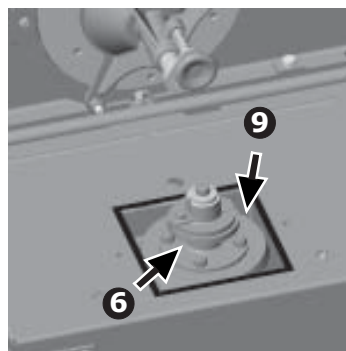

fig. 86
1 graxeira (fig.86), lubrificar diariamente.
- 9 ENGRENAGENS DE TROCA DE CORTE (fig.86) lubrificá-las diariamente.